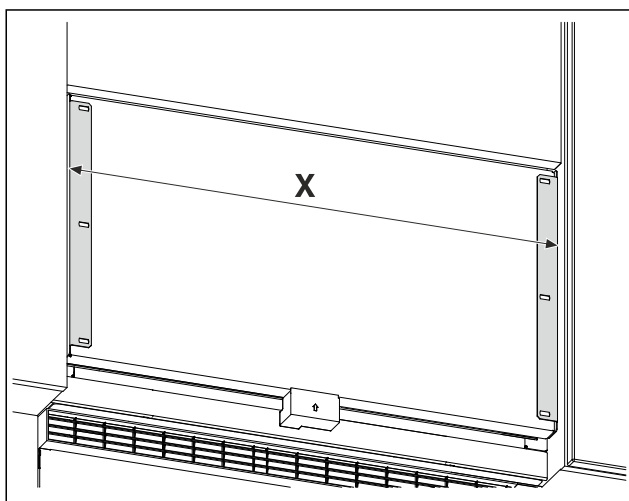

Fig. 26 Przykładowa prezentacja
- Zmierzyć odstęp Fig. 26 (X) pomiędzy krawędziami zewnętrznymi kątowników mocujących.